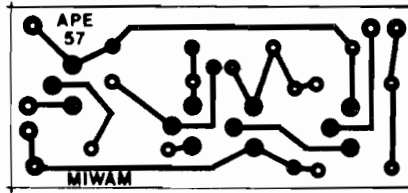

Fig.2
- FIG. 2 - O LAY OUT (INHO) DO CIRCUITO IMPRESSO ESPECÍFICO... - A plaquinha é, como convém a algo com intenções declaradas de miniaturização, um "tiquinho de nada", conforme o Leitor/Hobbysta pode ver da figura, que se encontra em escala 1:1 para facilitar a "copiagem" direta... O reduzido número de componentes permitiu a desejada compactação, sem ter que "congestionar" muito as peças, pelo lado não cobreado. De qualquer modo, tanto o desenho (cópia), quanto a traçagem, corrosão, lavagem, furação e limpeza final, ficam obviamente facilitados pela "pequenez" do lay out... Aos que ainda não têm muita prática, recomendamos seguir os conselhos contidos nas **INSTRUÇÕES GERAIS PARA AS MONTAGENS...** Os que estão "chegando agora" à turma, terão que -